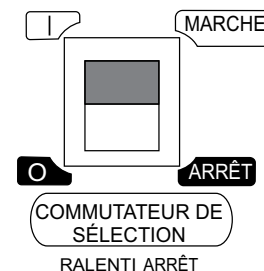

**Figure 43. Sélecteur d'arrêt au ralenti (Marche)**
- Mettre le commutateur d'arrêt au ralenti (Figure 43) dans la position de **MARCHE**.